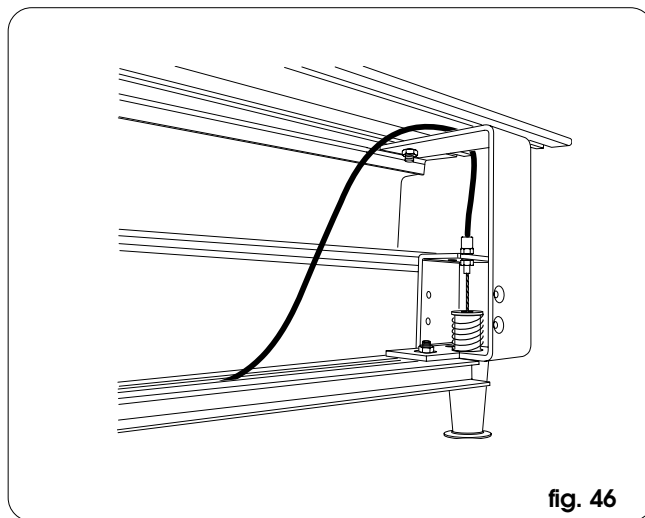

fig. 46
- Tendre le fil d'acier jusqu'à ce que l'étau se place contre l'intérieur de la poignée (fig. 46).